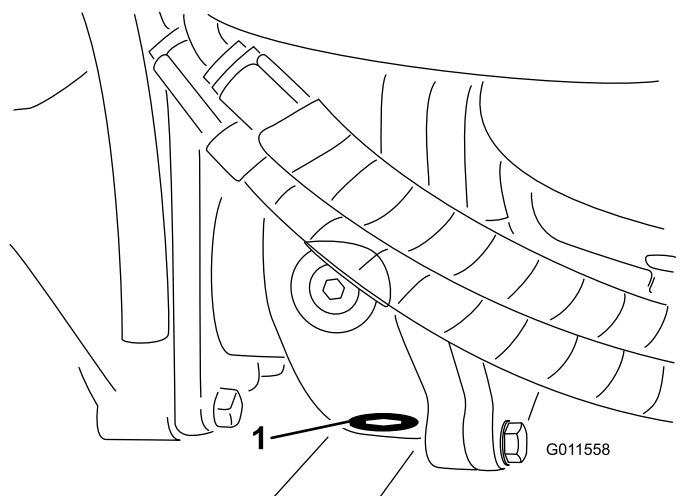

Figura 97
5. Pulite l'area circostante il tappo di spurgo sul fondo della scatola degli ingranaggi (Figura 97).